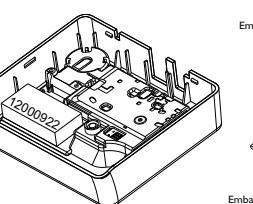

Figure 3: Préparer la centrale
1. Sur la centrale, retirez le bloc de mousse (12000922) et insérez celui fourni dans le kit du communicateur cellulaire autonome. Voir figures 3 et 5.